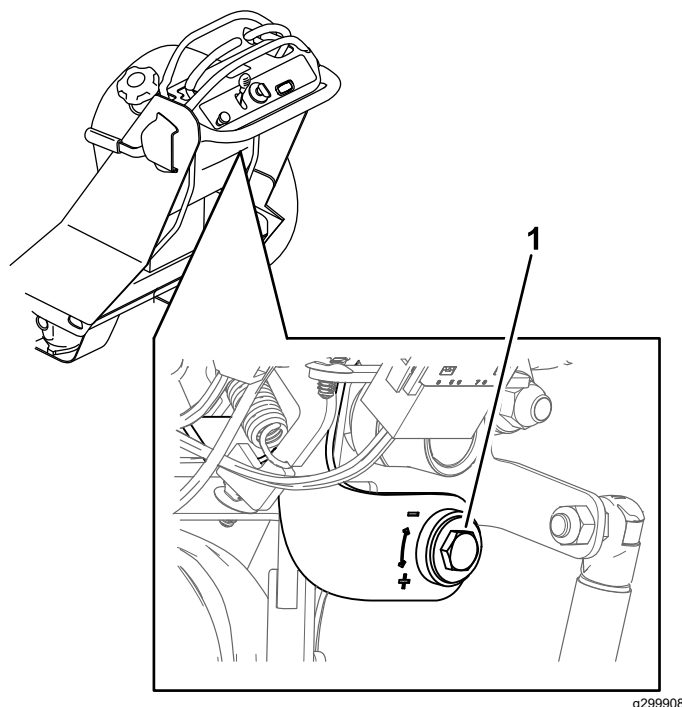

Figura 46
3. Gire el tornillo de ajuste indicado en Figura 46 para aumentar o reducir la velocidad de esa palanca.